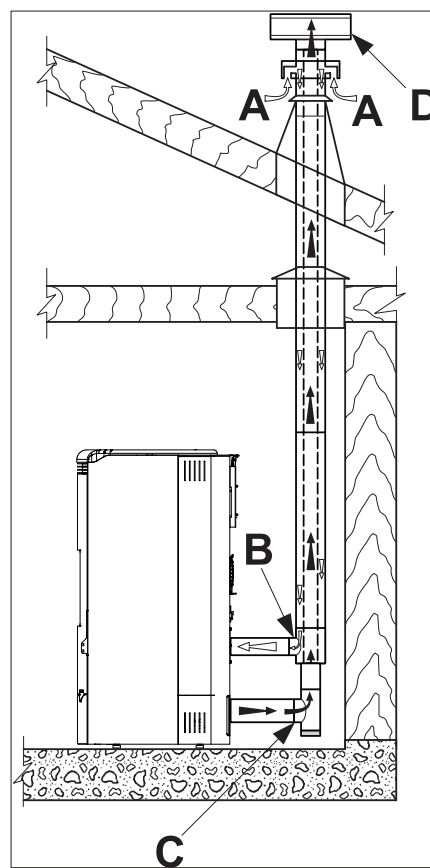

Fig. 5.4c
- canalizar el aire comburente aprovechando un tubo de descarga coaxial para la expulsión de los humos y la extracción del aire; por lo tanto, no es necesario realizar una toma de aire clásica en el local (fig. 5.4C A,B=Entrada aire C,D=Salida humos);